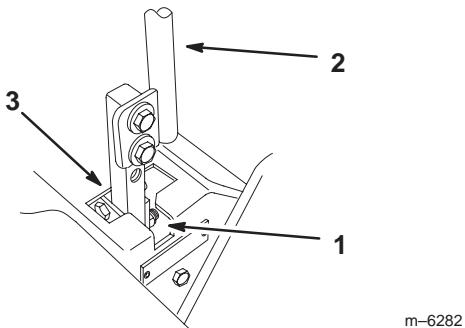

Figure 53
7. Vérifiez la position du levier par rapport au cran de la console (Fig. 53). Il doit être centré de façon à pouvoir pivoter vers l'extérieur jusqu'à la position de verrouillage du point mort.
9. Appliquez une légère pression à l'arrière du levier, et tournez la tête du boulon de réglage dans le sens voulu pour centrer le levier à la position de verrouillage du point mort (Fig. 53).